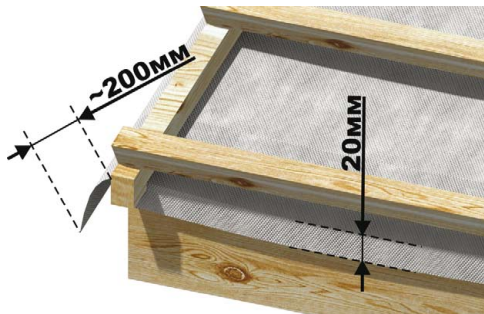

Рис. 10
- **фронтоном**, то пленка должна свисать на 20 см с фронтовой стропильной конструкции (эти 20 см понадобятся позже) (см. рис. 10).